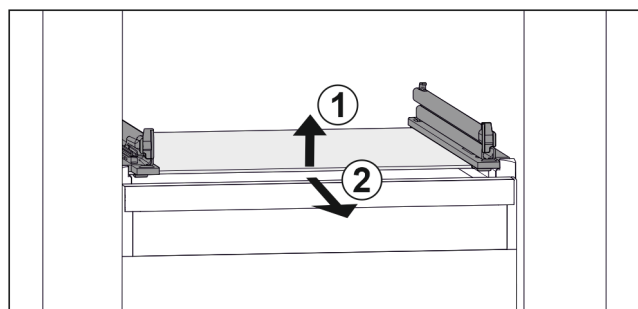

Fig. 72 Rappresentazione esemplificativa del ripiano in vetro
- ▶ Sollevare il ripiano in vetro dal davanti. Fig. 72 (1)
- ▶ Rimuovere il ripiano in vetro tirando in avanti. Fig. 72 (2)